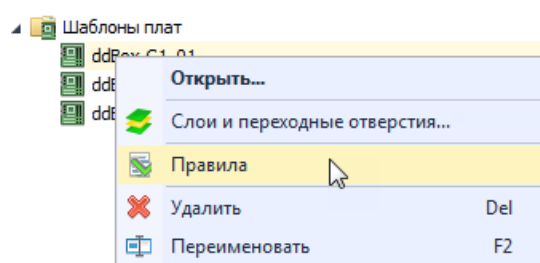

Рис. 137 Вызов редактора правил шаблона платы
2. Вызовите контекстное меню и выберите пункт «Правила», Рис. 137.